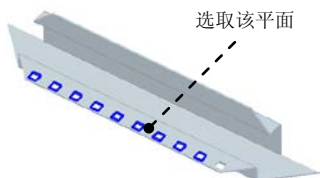

图 8.13.51 阵列特征 1
(4) 单击  按钮，完成特征的创建。
Step8. 创建图 8.13.51 所示的阵列特征 1。
(1) 选取要阵列的特征。选取上一步所创建的特征为阵列特征。
(2) 选择命令。单击“主页”功能选项卡“阵列”工具栏中的  阵列按钮。
(3) 定义要阵列草图平面。选取图 8.13.51 所示的模型表面为阵列草图平面。